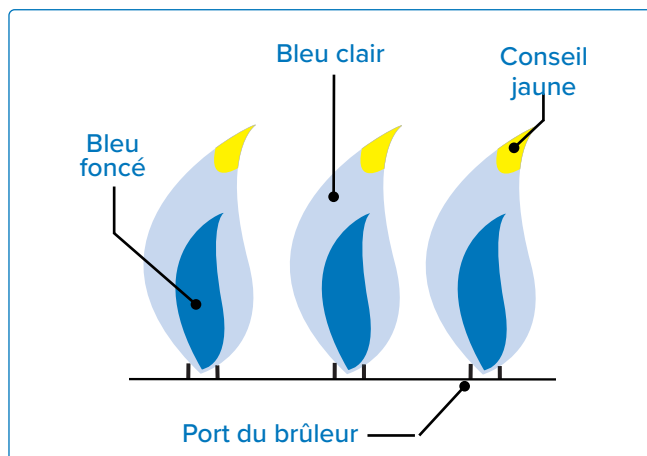

Fig. 16
- Les flammes doivent apparaître bleu foncé avec des pointes bleu clair et parfois jaunes (Fig. 16)